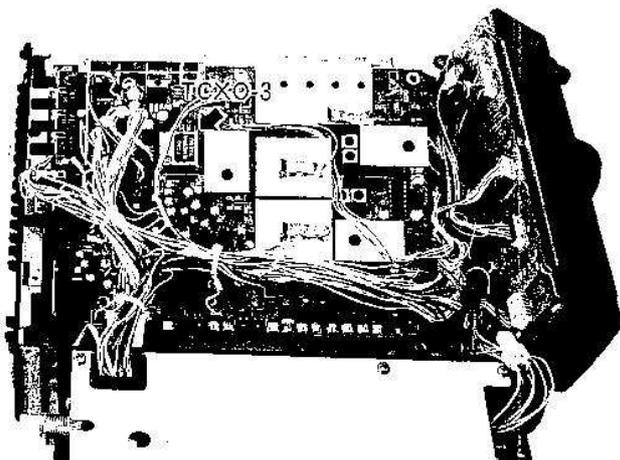

Figura 9: Posición de la unidad TCXO-3
- Enderece las puntas en el módulo TCXO-3 en caso que sea necesario. Luego, colóquelo de manera tal que el agujero del potenciómetro quede orientado como se ve en la Figura 9 (la etiqueta debe verse al revés cuando se mira desde atrás) y empujelo para que las puntas del módulo pasen a través del tablero. Mantenga el módulo firme contra el tablero mientras suelda sus conductores en el lado contrario. Corte cualquier sobrante de las puntas conductoras.